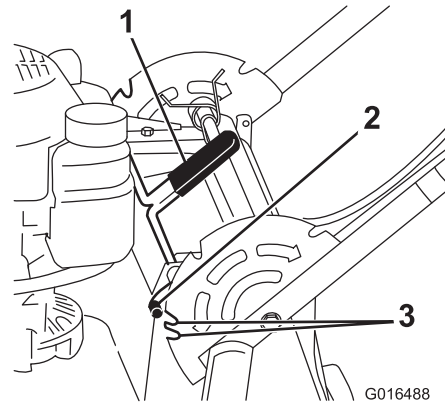

Figure 18
1. Levez légèrement le guidon et tirez le levier de verrouillage en arrière pour dégager les goupilles de verrouillage du guidon (Figure 18).
2. Faites tourner le guidon et alignez le cran voulu dans le support de guidon avec les goupilles de verrouillage du guidon; voir Figure 18.